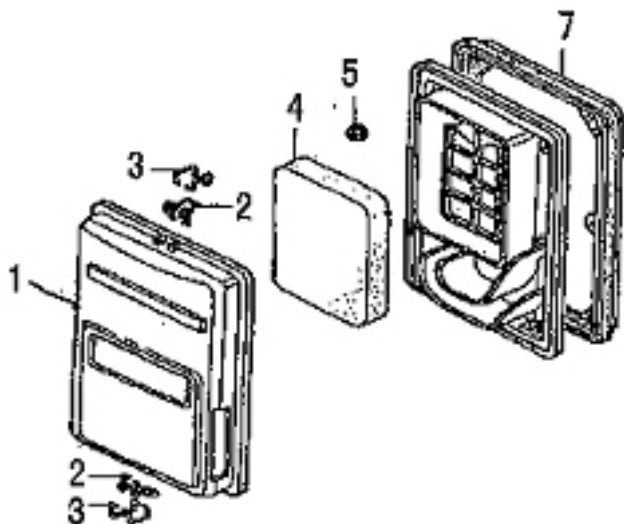

Рис. 7
2. Демонтировать крышку (поз. 1 рис.7). При отделении крышки от корпуса не повредить уплотнение. Снять фильтрующий элемент (поз. 4 рис.7).
4. При обнаружении любых дефектов фильтрующий элемент (поз. 4 рис.7) заменить новым оригинальным.